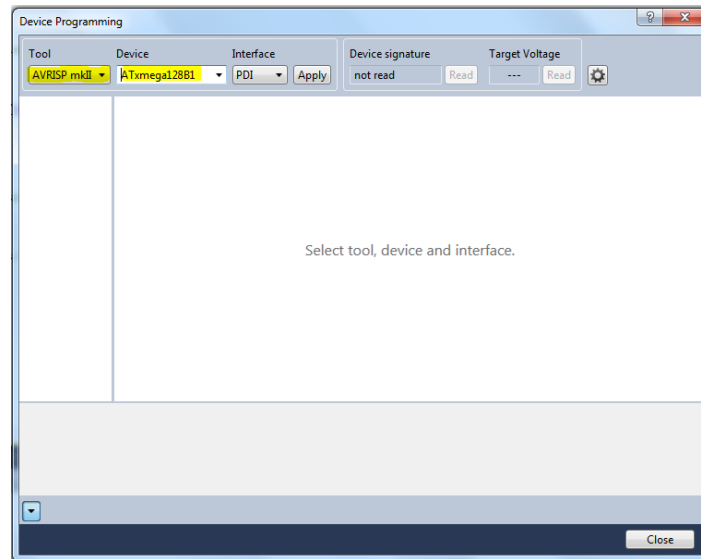

Figura 38 Selección de las herramientas para la programación.
12. Seleccionar la opción adecuada en la lista *Tool* y *Device* como se muestra en la Figura 38 y presionar *Apply*.